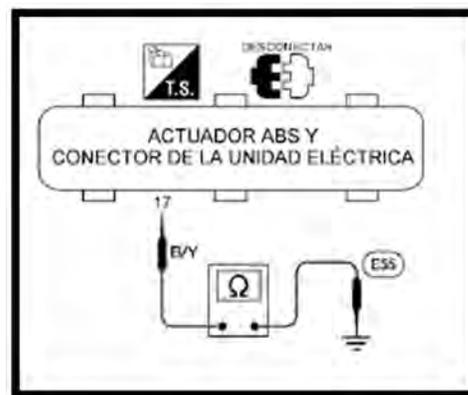

Figura 2.24 Comprobación alimentación actuador.
- Comprobar si el circuito de alimentación del actuador está en corto. Verificar la continuidad entre el actuador del ABS (17) y tierra (figura 2.24).